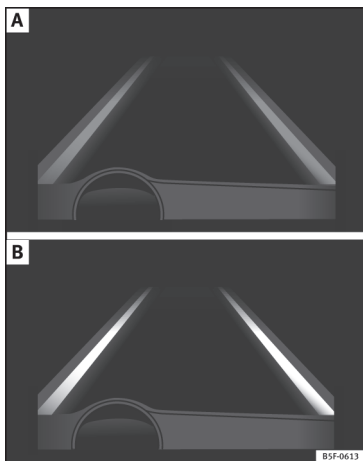

Fig. 217 Sul display del quadro strumenti: indicazione sul display del dispositivo di assistenza per il mantenimento della corsia (esempio 1).
- Il dispositivo è attivato ma non è disponibile, perché non è stato raggiunto il limite minimo di velocità o perché non viene rilevata la segnaletica della corsia » **fig. 217 A**.
questo momento non sta correggendo la traiettoria » **fig. 217 B**.